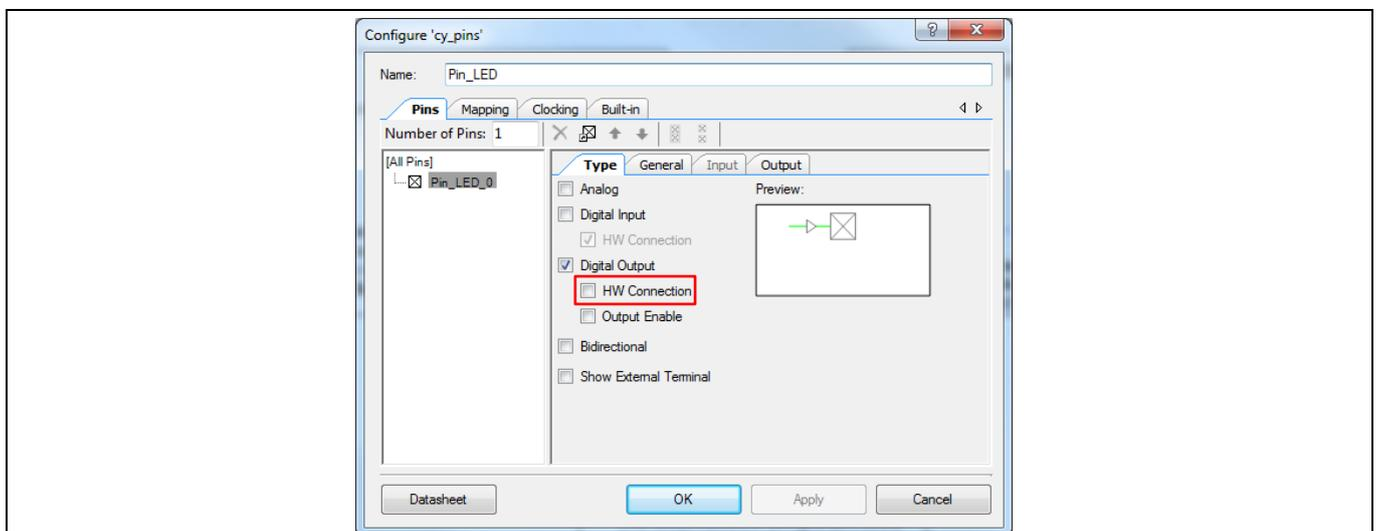
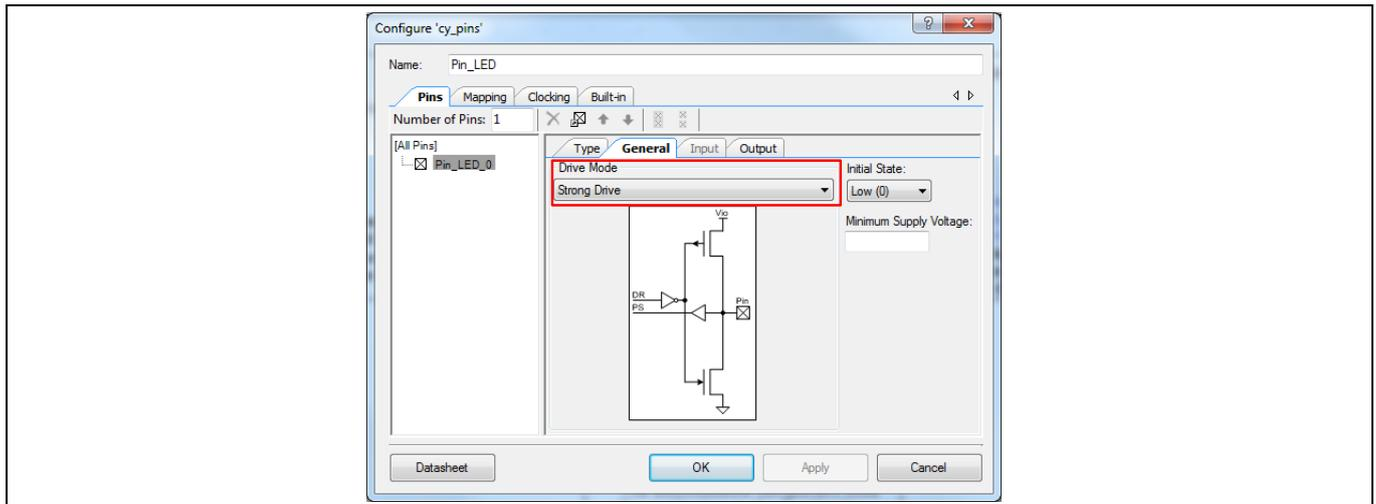

Figure 12 ピン コンポーネントの設定 - 「Type」 タブ
Figure 13 ピンコンポーネントの設定 - 「General」タブ
3. ピン コンポーネントを設定するために、それをダブルクリックします。Figure 12 に示すように、**HW Connection** を無効にします。Figure 13 に示すように、駆動モードを **Strong Drive** に設定します。
5. デジタル出力ピン Pin\_LED は LED を制御するために使用されます。その設定は例 1 の Pin\_LED の設定と同じです。Figure 12 と Figure 13 を参照してください。